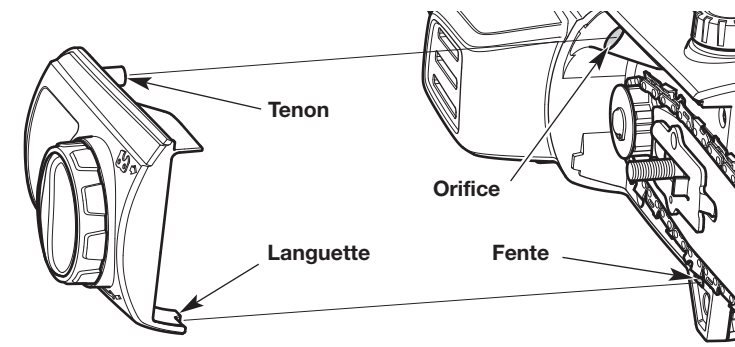

Fig. 27
6. Placer le revêtement de la barre sur le logement du moteur. Assurez-vous que la patte sur le couvercle de barre est correctement installé dans la fente du logement du moteur (Fig. 27). Assurez-vous que l'attrape-chaîne est correctement fixé dans la tenon du logement du moteur (Fig. 27).